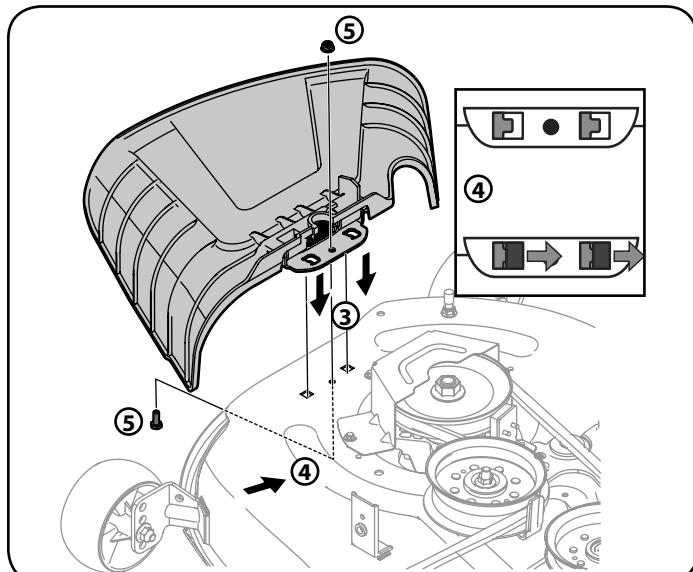

Figura 6
3. Ubique el deflector del canal en la plataforma, asegúrese de insertar las lengüetas de dicho deflector en los orificios de la plataforma. Vea la Figura 6.
4. Despues de colocar las lenguetas en la plataforma, deslice el deflector del canal hacia la parte posterior del tractor cortacésped hasta que el orificio del perno que está en el deflector del canal quede alineado con el orificio de la plataforma. Vea la Figura 6.
5. Sujete el deflector del canal en su lugar con la tuerca de seguridad con brida y el tornillo hexagonal que se extrajeron en el paso 2. Ajuste hasta 102-124 pulg. libras. Vea la Figura 6.